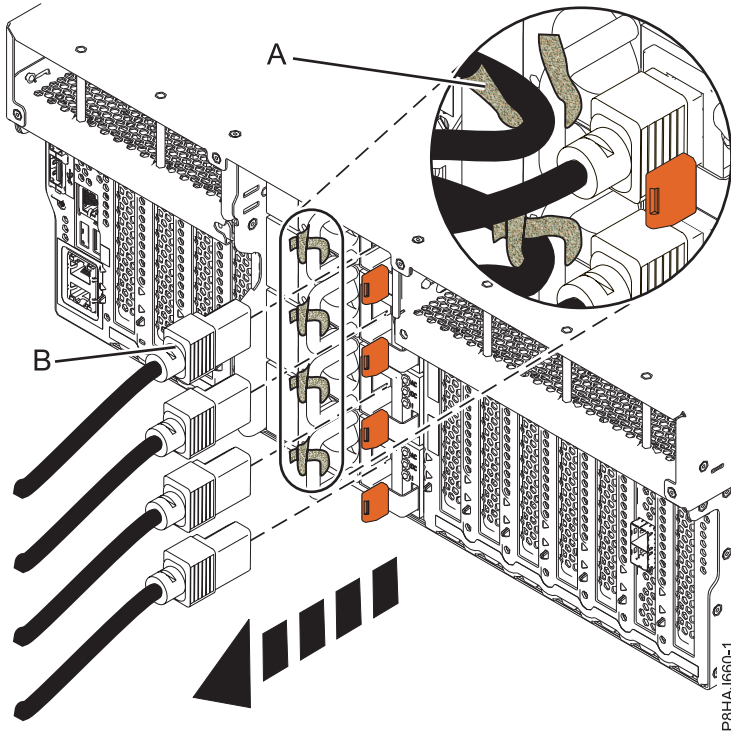
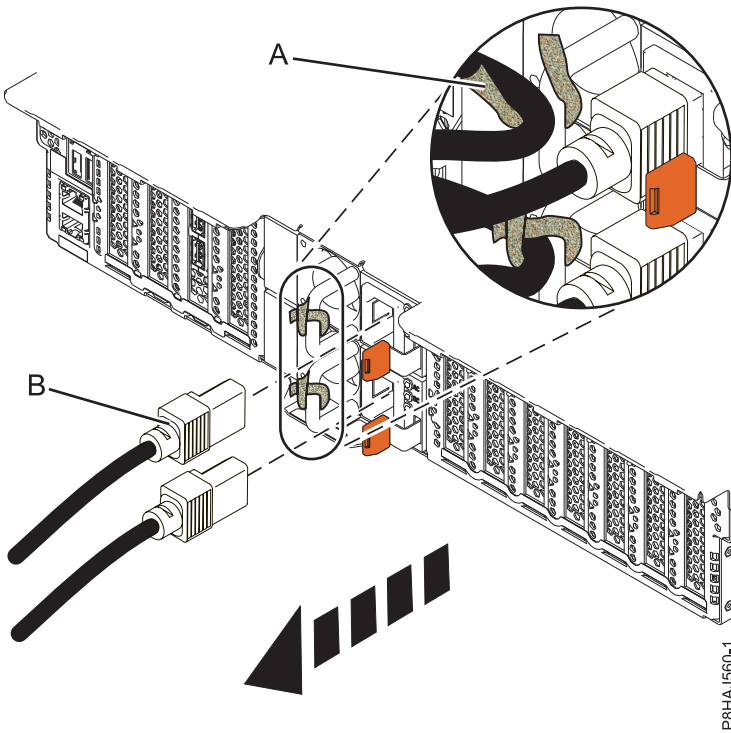
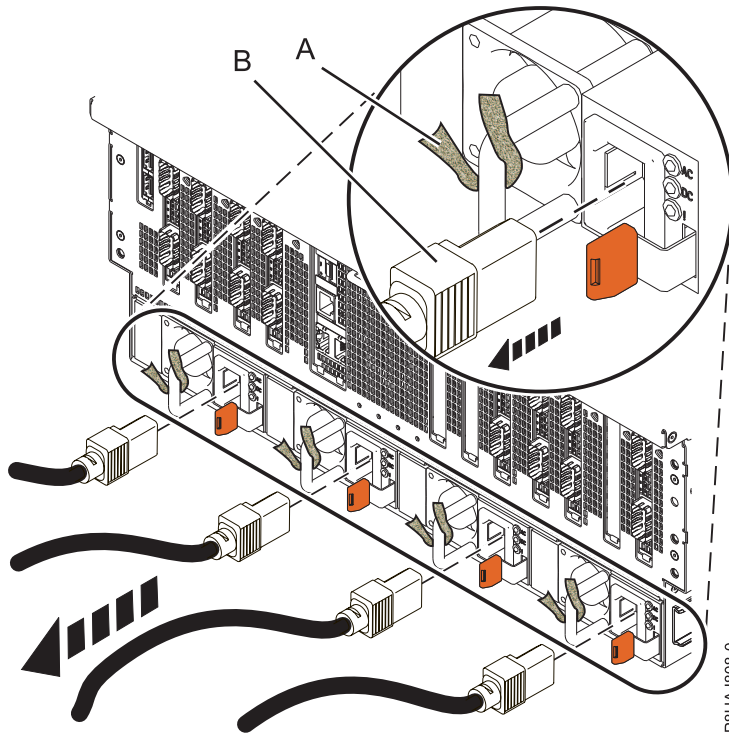

Figura 51. Extracción de los cables de alimentación de un sistema 8247-42L, 8286-41A o 8286-42A
Figura 52. Extracción de los cables de alimentación de un sistema 5148-21L, 5148-22L, 8247-21L, 8247-22L, 8284-21A o 8284-22A
Figura 53. Extracción de los cables de alimentación de un sistema 8408-44E o 8408-E8E
3. Desconecte los cables de alimentación **(B)** de la unidad del sistema. Consulte la Figura 51 en la página 70, la Figura 52 en la página 70 o la Figura 53 en la página 71 según el tipo de sistema.